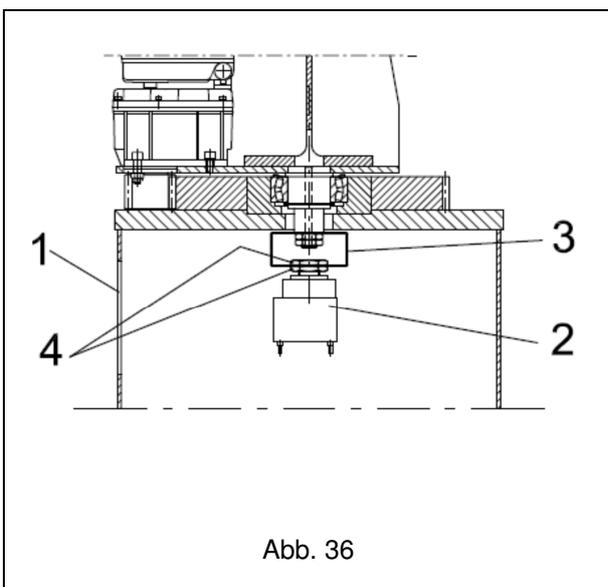

Abb. 36
- Durch die am Ende der Säule gelegene Inspektionsklappe 1 den Kollektor 2 einführen und in den Träger des Kollektors einsetzen 3. Den Träger mit Mutter und Gegenmutter 4 blockieren. (Abb. 36)